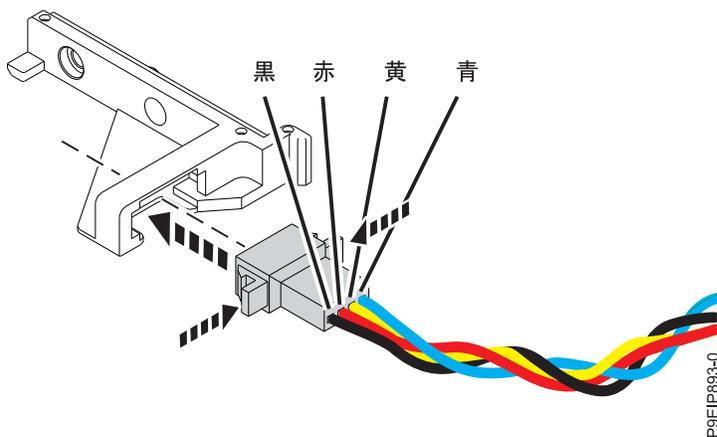

図 37. ファン・ブラケットへのファン・ケーブルの接続
2. ファン・ブラケットに対するファン・ケーブルの向きに注意してください (図 37 を参照)。ワイヤーの色は、前部から後部に向かって黒、赤、黄、青の順です。タブをつまんでファン・ケーブルをブラケットに押し込むことで、ファン・ケーブルをブラケットに接続します。